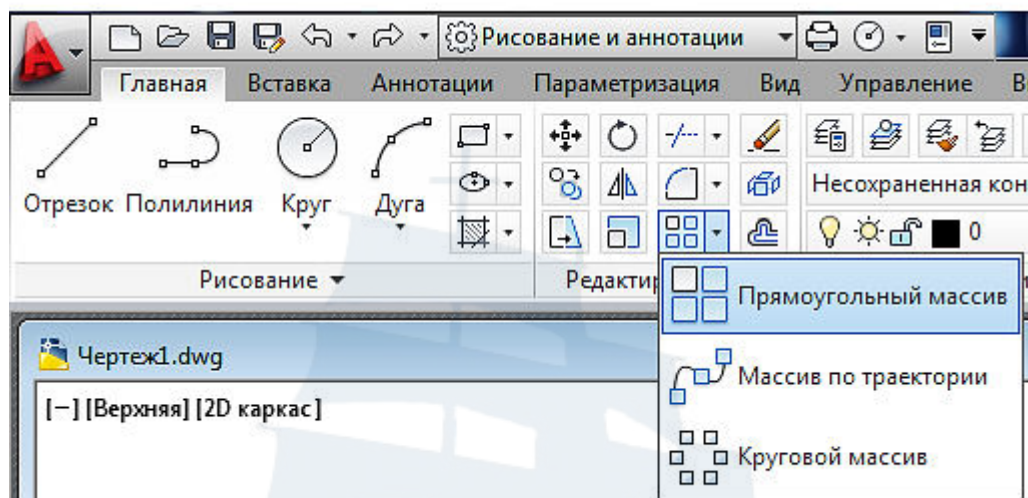

Рис. 139
– нажатием кнопок  **Прямоугольный массив** (рис. 139) или  **Круговой массив** (рис. 139) на панели инструментов **Редактирование** на вкладке **Главная** ленты инструментов;